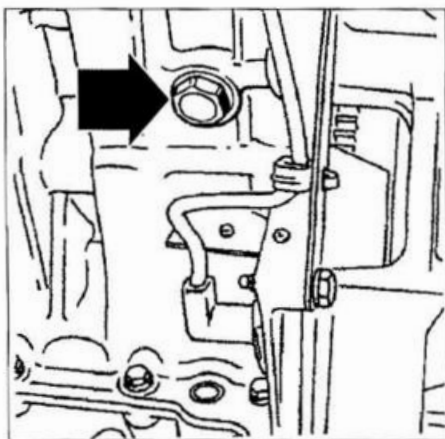

FIG. 20
- Desmontar el tornillo de vaciado del bloque motor (Fig.20).